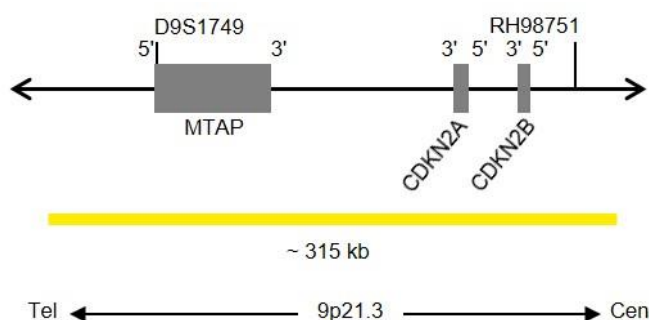
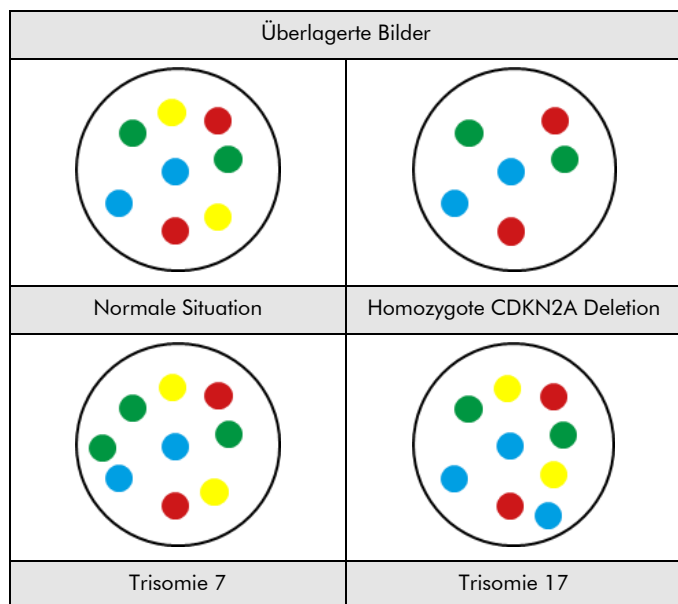

Abb. 1: SPEC CDKN2A Sondenlokalisierung (nicht maßstabsgetreu)
Abb. 2: Zu erwartende Ergebnisse in normalen und aberranten Zellkernen
- ZyGold (Anregung 532 nm/Emission 553 nm) markierten Polynukleotiden (~5,5 ng/ μ l), die gegen Sequenzen in 9p21.3* (chr9:21,742,629-22,056,853) gerichtet sind, welche die CDKN2A-Genregion enthalten (siehe Abb. 1).
Normale Situation: In Interphasen normaler Zellen oder Zellen ohne Deletion der jeweiligen Genregion (CDKN2A, CDKN2B, MTAP) sind zwei goldene, zwei rote, zwei grüne und zwei blaue Signale zu erwarten (siehe Abb. 2).
Aberrante Situation: In einer Zelle mit Deletion, die den jeweiligen Genbereich betrifft, wird eine reduzierte Anzahl grüner Signale beobachtet. Bitte die Sondenlokalisierung (siehe Abb. 1) sorgfältig überprüfen. Deletionen, die nur Teile des jeweiligen Genbereichs betreffen, können zu einem normalen Signalmuster mit Gold-Signalen reduzierter Größe führen. In Zellen mit Aneusomie der Chromosomen 3, 7 oder 17 werden mehr bzw. weniger der entsprechenden Signale auftreten (siehe Abb. 2).